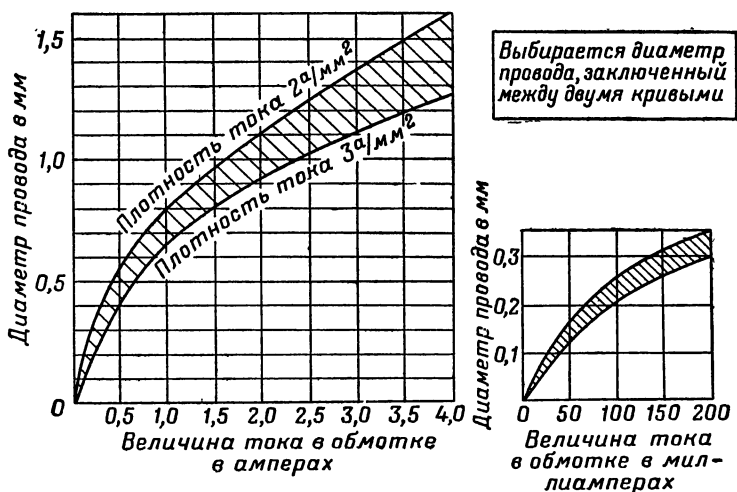

Рис. 184. График для определения диаметра провода по величине тока в обмотке
7. Выбираются диаметры проводов всех обмоток в зависимости от токов в обмотках по графикам (рис. 184). Для трансформа-